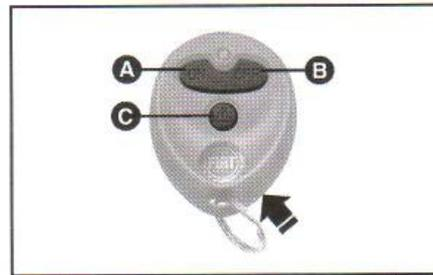
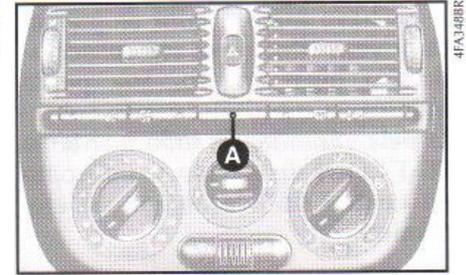

fig. 3
fig. 4
- uma chave **A**, duas chaves **B** (fig. 1) e dois chaveiros **C** (fig. 3), quando o veículo estiver equipado com telecomando e/ou alarme eletrônico.
Esta função só é possível nos veículos dotados de chaveiro telecommando (fig. 3).
- Para realizar o travamento remoto das portas e, em algumas versões, o levantamento dos vidros elétricos, pressionar o botão "ON" (A-fig. 3).
- Para destravar as portas, apertar o botão "OFF" (B-fig. 3). As luzes de direção piscam uma vez.
Esta função só é possível nos veículos dotados de chaveiro telecomando (fig. 3).
- Com a ignição desligada, e pressionando o botão **C-fig. 3** do chaveiro telecomando, a buzina irá tocar 5 vezes e as luzes de direção irão piscar durante 15 segundos (versões sem alarme). Pressionando novamente a tecla **C**, o processo é interrompido antes dos 15 segundos.
Para veículos com alarme, ao acionar o botão **C-fig. 3**, a sirene é acionada durante 5 segundos e as luzes de direção irão piscar durante 15 segundos. Ao ser interrompida a função localizadora, o estado do alarme permanecerá o mesmo.
O alarme eletrônico é comandado pelo receptor localizado na caixa de iluminação interna dianteira e é ativado pelo telecomando incorporado no chaveiro **fig. 3**.
**Para acionar o alarme eletrônico:** pressionar o botão "ON" **A-fig. 3** do chaveiro telecomando. O acionamento trava as portas, eleva os vidros (em algumas versões) e coloca em funcionamento o alarme. É emitido um bip sonoro e as luzes de direção se acendem por 4 segundos. O led **A-fig. 4** lampeja durante todo o tempo em que o alarme estiver acionado.
**Para desligar o alarme:** pressionar o botão "OFF" (**B-fig. 3**) do chaveiro telecomando. São emitidos dois bips e as setas lampejam por duas vezes. As portas se destravam e a luz interna dianteira se acende gradualmente, apagando-se após 7 segundos, desde que nenhuma porta tenha sido aberta ou novo travamento tenha sido comandado pelo telecomando.
Proceder do seguinte modo: após o toque no botão "ON" (**A-fig. 3**) do chaveiro telecomando, apertar o botão **C**, antes do término dos 4 segundos das setas.
O led **A-fig. 4** no painel de instrumentos e as setas se apagam para confirmar a exclusão.
Para restabelecer a vigilância volumétrica, apertar o botão "OFF" (**B-fig. 3**) e duas vezes o "ON" (**A-fig. 3**).
O telecomando possui 3 botões e um led. O botão "ON" (**A-fig. 3**), ao ser pressionado, trava as portas, fecha os vidros (em algumas versões) e aciona o alarme. O botão "OFF" (**B-fig. 3**), desativa a função atual, alarme ou travamento das portas. O botão **C-fig. 3**, comanda a função de localização e exclusão da proteção volumétrica. O alcance do telecomando pode variar de 3 a 5 metros, dependendo do estado da bateria.
Se, apertando o botão do telecomando, o led existente no mesmo emitir somente um lampejo, ou o led **A-fig. 4** no painel de instrumentos permanecer aceso com luz fixa até o desligamento do alarme, é necessário substituir a pilha por outra do mesmo tipo. Para tanto, abrir a capa de plástico com uma chave de fenda introduzida na sede indicada pela seta **fig. 3**. Colocar a nova pilha seguindo as polaridades indicadas. Fechar a capa de plástico.